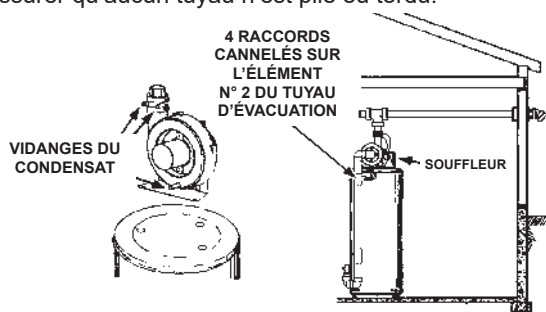
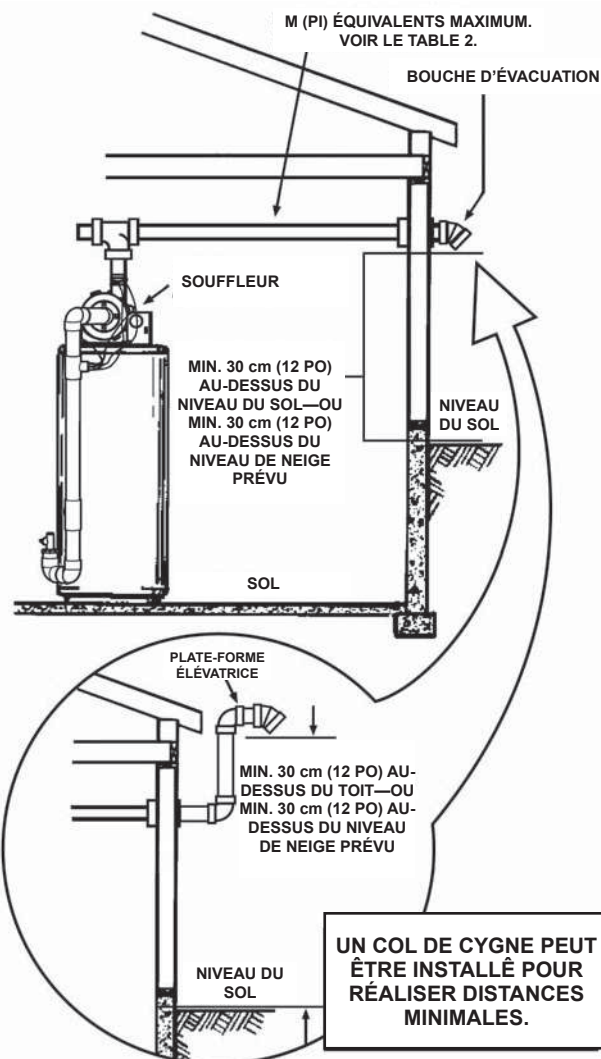
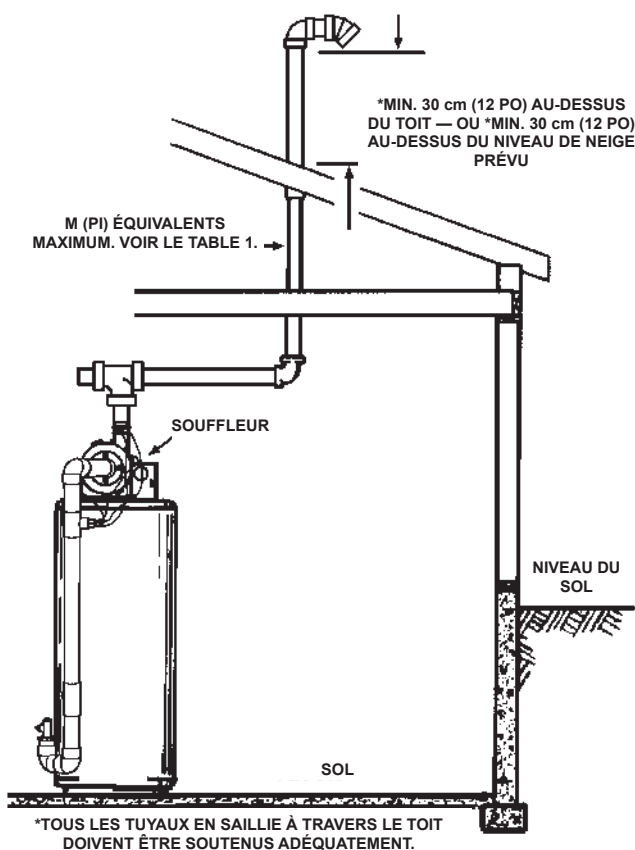

Figure 17. Vidanges du condensat du souffleur et raccords cannelés
Figure 19. Dégagements pour la neige d'une évacuation murale
Figure 20. Pose d'une évacuation à travers le toit
Remarque : Certaines installations présentent des condensats qui se forment dans les parties horizontales du système d'évacuation. Ce condensat s'écoulera jusqu'au manchon de condensat attaché au souffleur et hors du raccord. Le chauffe-eau est livré avec un tuyau de condensat qui s'attache au raccord sur le manchon de condensat. Aucun autre té ou raccord de tuyauterie n'est requis. Voir *Figure 17* (page 21), *Figure 19* (page 22) et *Figure 20* (page 23).
L'adaptateur de refoulement de souffleur est conçu pour accepter seulement des sections droites de tuyau de 2 po. Pour commencer, un minimum de 5,1 cm (2 po) de tuyau de 2 po doit être attaché à la sortie du souffleur. Voir *Figure 17* (page 21).
La première étape consiste à déterminer où doit déboucher le tuyau d'évacuation. Voir *Figure 26* (page 27), *Figure 19* (page 22) et *Figure 20* (page 23). L'évacuation peut déboucher à travers un mur, comme à la *Figure 19* (page 22), ou à travers le toit, comme à la *Figure 20* (page 23).
3. Le condensat s'écoule à partir de trois points du souffleur. Voir *Figure 17*. Un tuyau flexible part du bas du logement de souffleur; deux autres partent des orifices du connecteur en caoutchouc à la sortie du souffleur. Ces trois tuyaux de condensat sont raccordés aux raccords cannelés sur l'élément n° 2 du tuyau d'évacuation. Le tuyau du bas du logement de souffleur est attaché par deux colliers et les deux tuyaux du connecteur en caoutchouc sont attachés ensemble par un autre collier. S'assurer qu'aucun tuyau n'est plié ou tordu.
Le cas échéant, pour obtenir le dégagement minimal de 30 cm (12 po) au-dessus du plus haut niveau de neige prévu, poser un col de cygne comme illustré au bas de la Figure 20.
Remarque : La bouche d'évacuation doit être d'un minimum de 30 cm (12 po) au-dessus du toit ou 30 cm (12 po) au-dessus du niveau de neige prévu pour empêcher l'obstruction de la bouche d'évacuation, comme illustré à la Figure 19 et la Figure 20 (page 22).